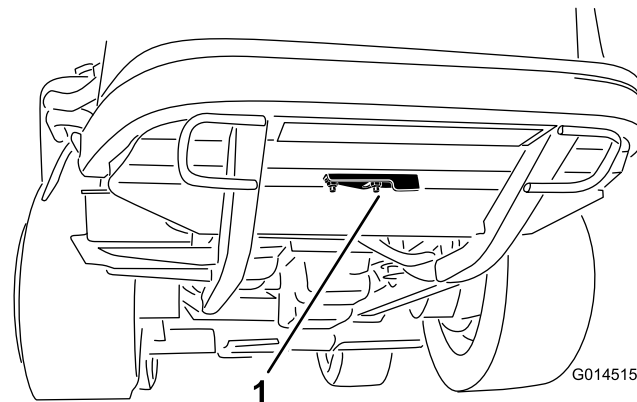

Figura 46
2. Afloje la tuerca con arandela prensada que sujeta la tapa del hueco de limpieza a la parte inferior del bastidor trasero (Figura 46). Gire la tapa a un lado para tener acceso al hueco de limpieza en el bastidor.